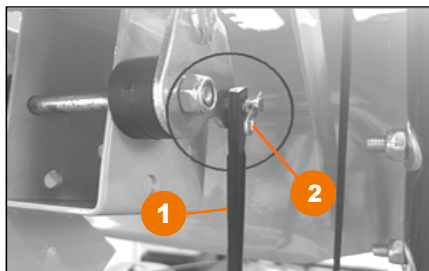

Рис. 4
- Подсоедините штангу рычага выбора передач (1) к кронштейну рукоятки выбора передач (2) и зашплинтуйте ее (Рис. 4).